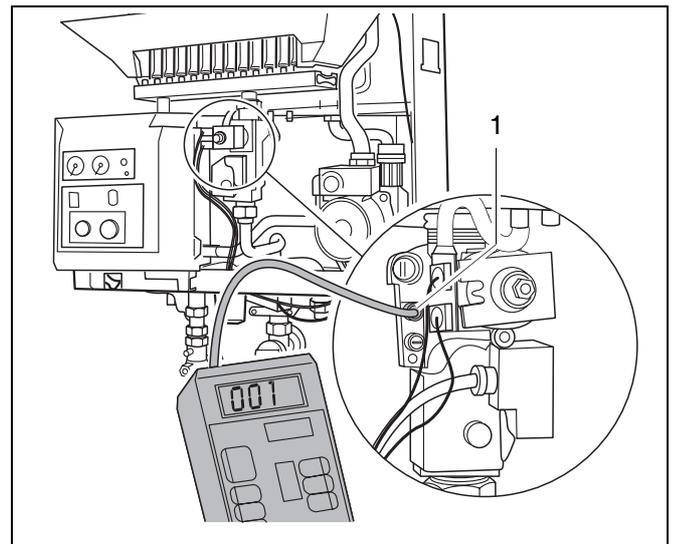

Fig. 31 Controllare la pressione del bruciatore
- Svitare di due giri la vite di chiusura (fig. 31, pos. 1) del nippel di prova della pressione.